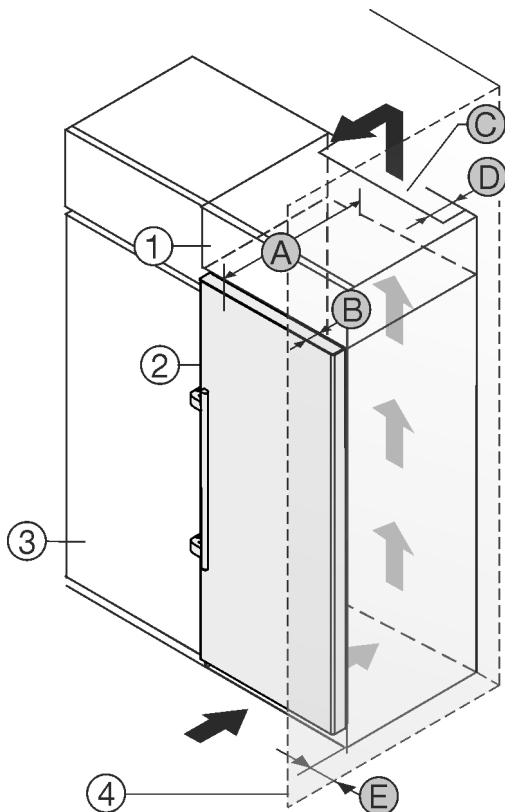

Fig. 2
Uređaj možete postaviti neposredno pored kuhinjskog ormara Fig. 2 (3).*
Na stražnjoj strani visećeg ormara treba postojati otvor za odzračivanje dubine Fig. 2 (D) po cijeloj širini visećeg ormara.*
Ispod stropa prostorije treba poštovati ventilacijski presjek Fig. 2 (C).*
Kada se uređaj postavlja s okovima pored zida Fig. 2 (4), razmak između uređaja i zida mora iznositi najmanje 57 mm. To odgovara stajanju ručice kod otvorenih vrata.*
Kako biste vrata mogli potpuno otvoriti, uređaj mora biti za dubinu vrata Fig. 2 (B) ispred u odnosu na prednjicu kuhinjskog ormara. Ovisno o dubini kuhinjskih elemenata Fig. 2 (3) i uporabi zidnih odstojnika, uređaj može i dalje stršati.*